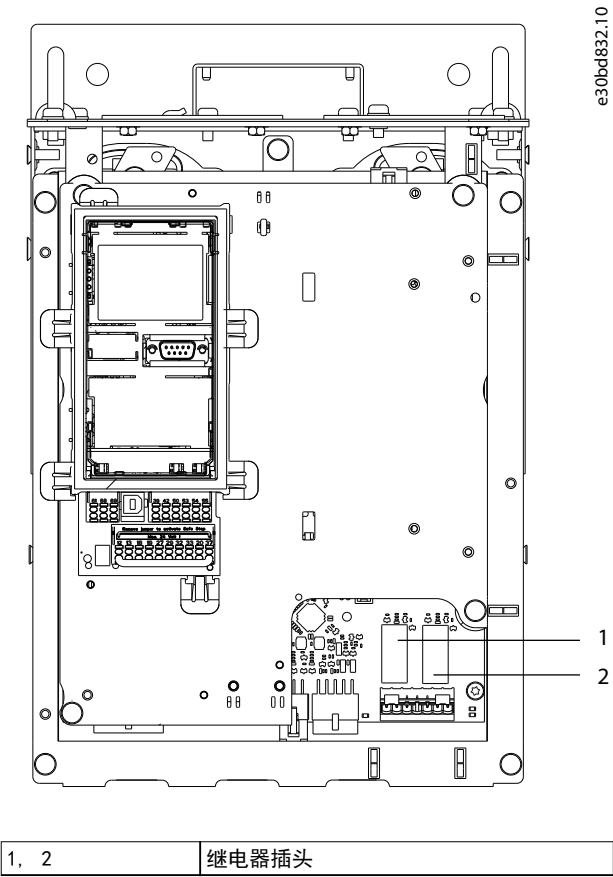

图 2.1 继电器插头的位置
- 拆下标有 RELAY 的所有继电器插头。请参阅图 2.1。